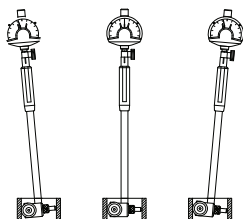

Fig.1
- (1) Ajuste del tamaño: elija el yunque, la varilla de extensión y la arandela según el tamaño de la pieza de trabajo; a continuación, instálelos tal y como se muestra en las siguientes figuras, asegurándose de que cada pieza quede bien fijada. Utilice una llave para apretar el yunque cuando el rango sea inferior a 35 mm. Presione el punto de contacto varias veces tras la instalación; la aguja del indicador debe moverse con suavidad y flexibilidad.
- (2) Establecer el calibre de referencia: Seleccione un anillo de ajuste, un micrómetro exterior o un orificio patrón de diámetro y precisión conocidos; limpie las superficies de medición con un paño suave.
(3) Ajustar el cero (utilizando, por ejemplo, un anillo de ajuste): Introduzca el medidor de agujeros en el anillo de ajuste y mueva el medidor de forma oscilante (fig. 1) para encontrar el 'punto de inflexión' de la aguja. Ajuste el indicador para que la 'línea de cero' coincida con el 'punto de inflexión'. Mueva el medidor de agujeros de forma oscilante varias veces para asegurarse de que la 'línea de cero' coincide con el 'punto de inflexión'.